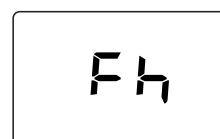

fig. 7- Purjare cu ventilatorul oprit
- În următoarele 280 de secunde continuă ciclul de evacuare a aerului cu ventilatorul oprit (fig. 7).